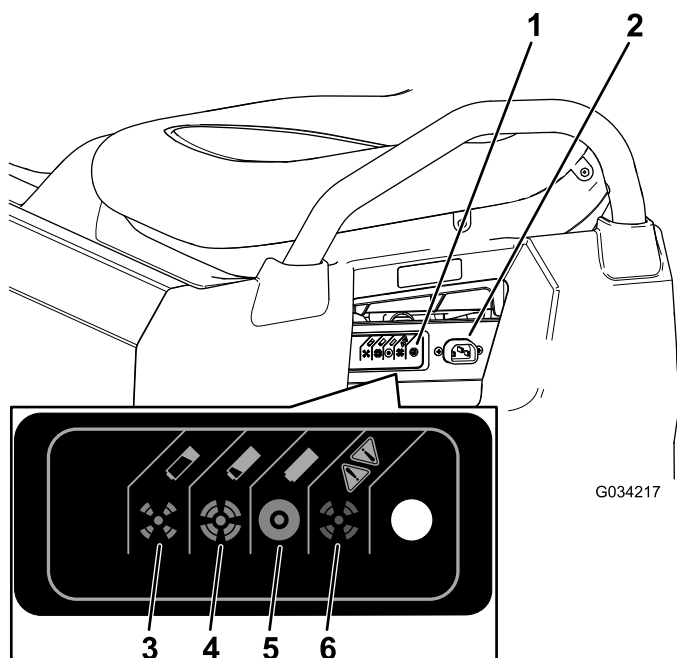

Figura 39
3. Collegate un cavo di ricarica calibro **16 (o di diametro superiore)**, da **2,5 m o più corto** alla presa di ricarica sulla macchina (Figura 39).
Fate riferimento alla tabella seguente e Figura 39 per informazioni sui significati dei diversi colori della spia dello stato del caricabatterie.